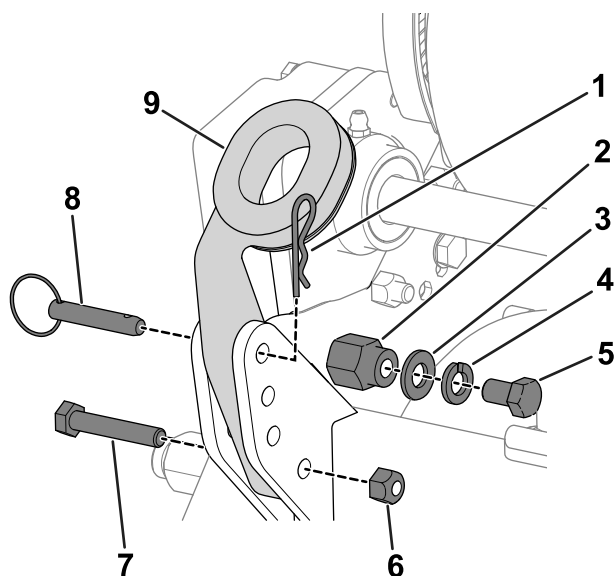

Figura 3
1. Retire os parafusos, porcas de bloqueio, ganchos de anel e pernos de gancho que fixam a parte inferior dos braços da pega de cada lado da máquina (Figura 3).
2. Retire os parafusos, anilhas e anilhas de retenção dos pinos de montagem em cada lado da máquina (Figura 3).
3. Insira as extremidades do manípulo através dos orifícios nos braços do manípulo e alinhe os furos com os pinos de montagem (Figura 3).
6. Utilize os parafusos, porcas de bloqueio, pernos de gancho e ganchos de anel que retirou previamente para fixar os braços da pega à parte posterior da estrutura (Figura 3).